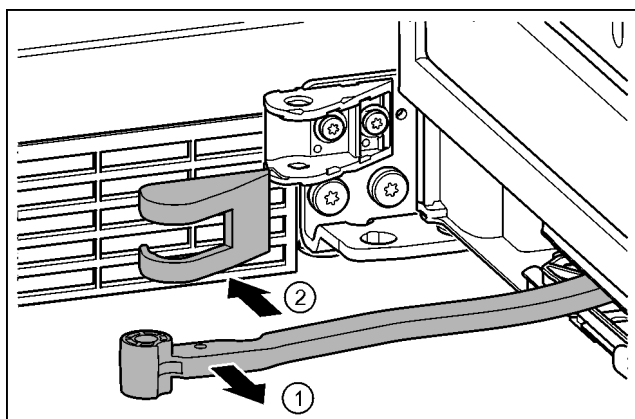

Fig. 20
- ▶ Gelenk in Richtung Tür drehen. Fig. 20 (1)
- ▶ Lagerbockabdeckung entfernen. Fig. 20 (2)